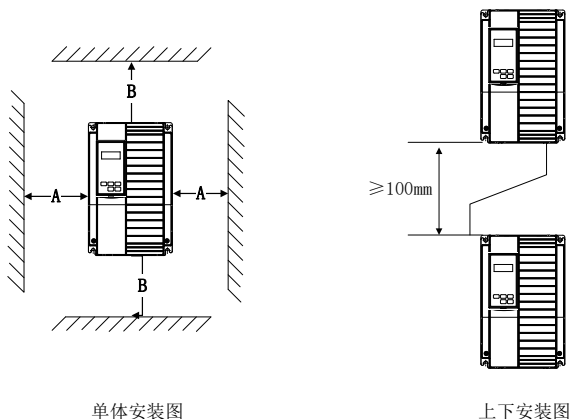

图 3-1 安装示意图
- 1) 请垂直安装驱动器，便于热量向上散发。但不能倒置。若柜内有较多驱动器时，最好是并排安装。在需要上下安装の場合，请参考图 3-1 的示意，安装隔热导流板。
- 2) 安装空间遵照图 3-1 所示，保证驱动器的散热空间。但布置时请考虑柜内其它器件的散热情况。